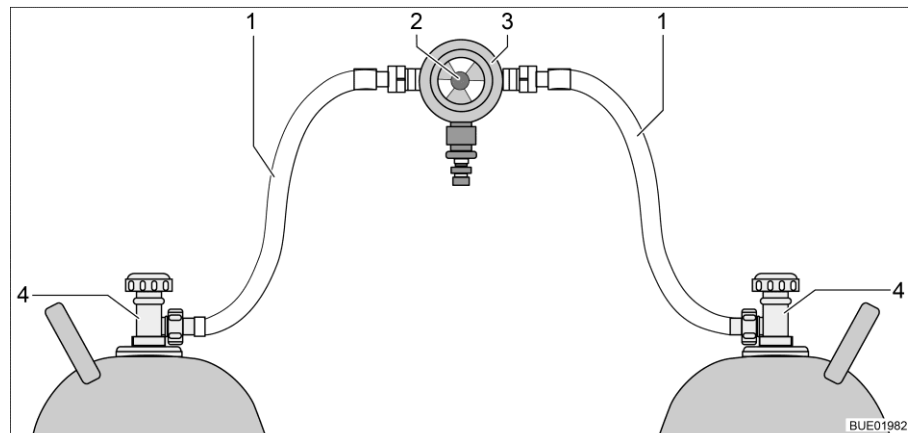
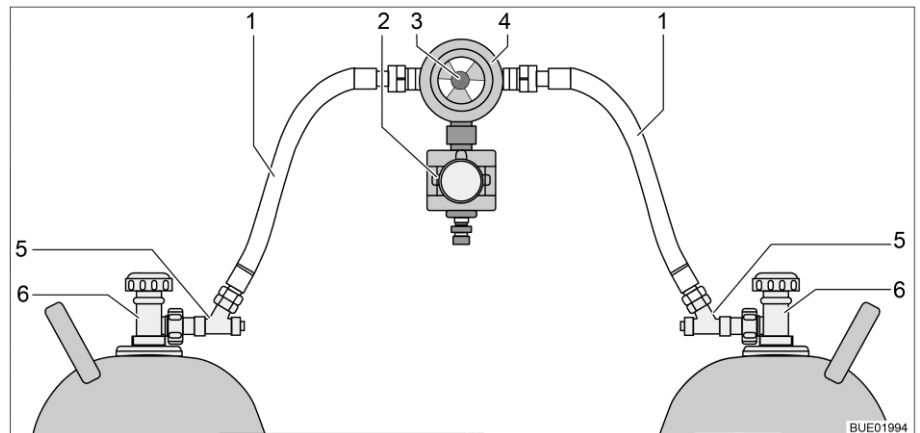
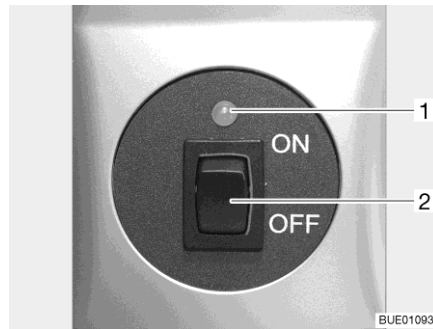
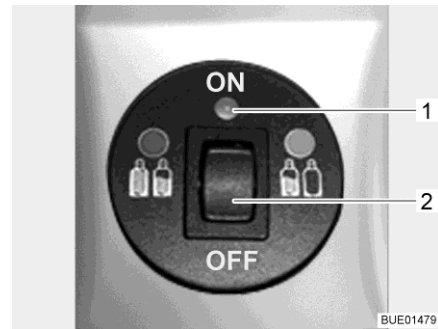

Fig. 170 Impianto di commutazione per bombole del gas
Fig. 171 Impianto di commutazione per bombole del gas con CPU
Fig. 172 Centralina di controllo
Fig. 173 Centralina di controllo con visualizzatore a distanza
L'impianto di commutazione per bombole del gas è formato da un regolatore di pressione del gas combinato con valvola di commutazione e indicazione (Fig. 170,3). L'impianto di commutazione per bombole del gas è montato tra i due tubi del gas (Fig. 170,1).
L'impianto di commutazione per bombole del gas è formato da un regolatore di pressione del gas combinato con valvola di commutazione e indicazione (Fig. 171,4) e una elettrovalvola (Fig. 171,2). In caso di frenata brusca, incidente o inclinazione straordinaria, l'elettrovalvola blocca l'alimentazione del gas al veicolo. L'impianto di commutazione per bombole del gas è montato tra i due tubi del gas (Fig. 171,1) con dispositivi antirottura del tubo flessibile (Fig. 171,5).
L'impianto di commutazione per bombole del gas garantisce una pressione del gas costante, indipendentemente da quale bombola provenga l'alimentazione del gas. L'indicatore nella valvola di commutazione indica il livello di riempimento della bombola in uso. Se l'indicatore è verde, il rifornimento di gas viene fatto dalla bombola in uso. Quando l'indicatore è rosso, la bombola in uso è vuota. Il rifornimento di gas avviene poi tramite la bombola di riserva. Con la manopola (Fig. 170,2 o Fig. 171,3) sull'impianto di commutazione per bombole del gas è possibile stabilire quale delle bombole del gas viene utilizzata come bombola in uso e quale come bombola di riserva.
Sulla centralina di controllo (Fig. 172) possono venire azionate solo le funzioni elettriche. Le valvole principali di arresto delle bombole del gas (Fig. 170,4 o Fig. 171,6) devono essere aperte manualmente.
La spia di controllo sulla centralina di controllo indica lo stato dell'impianto del gas. Se la spia di controllo (Fig. 172,1) diventa verde, l'impianto è a posto. Se la spia di controllo è rossa lampeggiante o rossa fissa, siamo in presenza di un guasto. Il rifornimento di gas è interrotto.
La spia di controllo sulla centralina di controllo (Fig. 173,1) indica lo stato dell'impianto del gas:
- Aprire le valvole principali di arresto delle bombole del gas (Fig. 170,4 o Fig. 171,6).
- Premere i dispositivi antirottura del tubo flessibile (Fig. 171,5) uno dopo l'altro per 10 secondi.
- Con la manopola (Fig. 170,2 o Fig. 171,3) sull'impianto di commutazione selezionare la bombola del gas, da cui deve provenire la principale alimentazione del gas (bombola in uso). Girare la manopola fino all'arresto.
- Accendere l'impianto di commutazione sulla centralina di controllo. Portare l'interruttore a bilico (Fig. 172,2 o Fig. 173,2) su "ON". La valvola di commutazione è ora disareata. La spia di controllo (Fig. 172,1 o Fig. 173,1) diventa gialla (test del sistema) e quindi verde.
- Portare l'interruttore a bilico (Fig. 172,2 o Fig. 173,2) in posizione "OFF". La spia di controllo (Fig. 172,1 o Fig. 173,1) si spegne.
- Chiudere le valvole principali di arresto delle bombole del gas (Fig. 170,4 o Fig. 171,6).